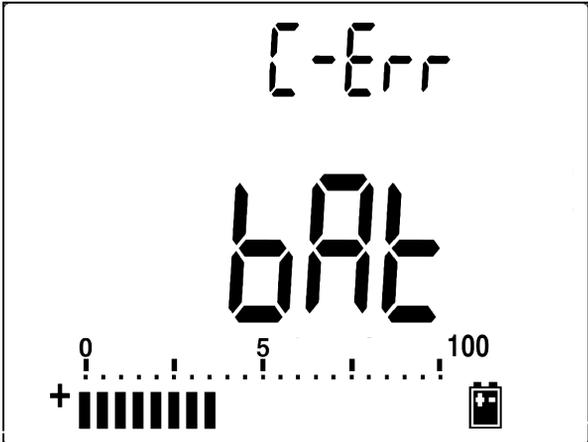

Figura 5-3 Self test
- 5 Dopo aver premuto il pulsante **SHIFT** o il pulsante di avvio automatico, verrà eseguito un self-test per controllare se la batteria all'interno del multimetro è di tipo ricaricabile o meno. Il self-test richiederà circa 2-3 minuti. Durante il self-test, evitare di premere qualsiasi pulsante. Viene visualizzato un messaggio come indicato nella Figura 5-3.